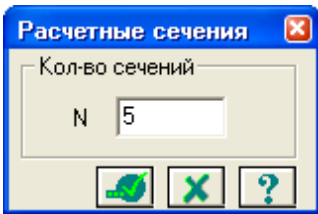

Рис.1.15. Диалоговое окно Расчетные сечения
- С помощью меню **Схема** ⇒ **Расчетные сечения стержней** (кнопка  на панели инструментов) вызовите диалоговое окно **Расчетные сечения** (рис.1.15).